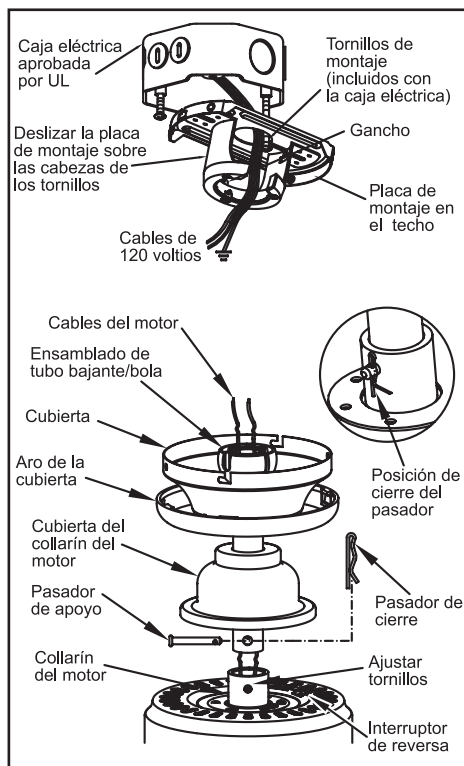

Figura 7
(Figura 7). Inserta con cuidado el pasador de apoyo a través de los orificios del collarín y del tubo bajante. Ten cuidado no apretarlo contra el cableado dentro del tubo bajante. Inserta el pasador de cierre en el orificio cercano al extremo del perno hasta que quede encajado en su posición como se muestra en el círculo de la Figura 7.
1. Pasa los cables de suministro de 120 voltios a través del orificio central de la placa de montaje del techo como se muestra en la Figura 7.
2. Instala la placa de montaje del techo en la caja eléctrica deslizando la placa de montaje sobre los dos tornillos provistos con la caja eléctrica (Figura 7). Si es necesario, usa arandelas niveladoras (no incluidas) entre la placa de montaje y la caja eléctrica. Nota que el lado plano del soporte de montaje está hacia la caja eléctrica (Figura 7).
Este ventilador se envía desde la fábrica con el interruptor de reversa posicionado para hacer circular el aire hacia abajo. Si deseas dirigir la corriente de aire en la dirección contraria, apaga el ventilador y espera que las aspas se detengan, luego desliza el interruptor de reversa (ubicado en la caja de interruptores, consulta la Figura 7 de la página 5) hacia la dirección opuesta y luego vuelve a prender el ventilador. Las aspas del ventilador girarán en sentido contrario y revertirán la dirección de la corriente de aire.